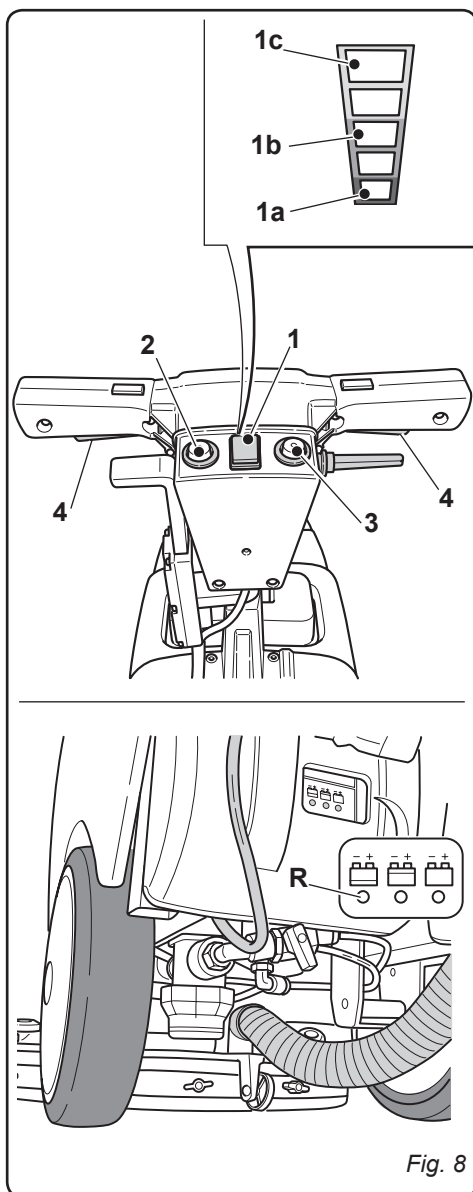

Fig. 8
6.1 PANNELLO DI CONTROLLO E COMANDO (Fig. 8)